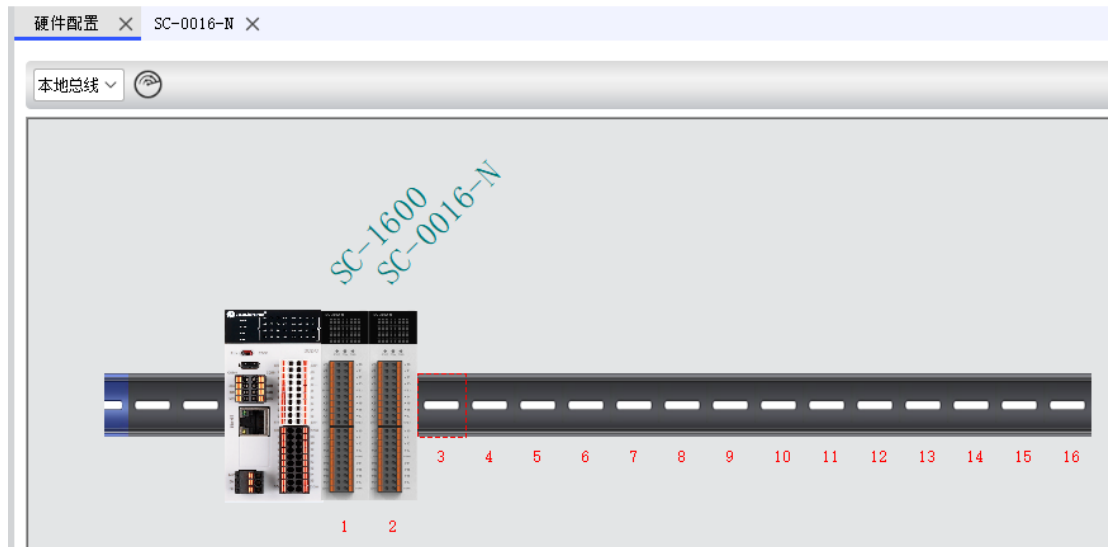

图 6.5 PLC 本体模块添加
1) 添加所需要的模块，可参考 7.2 节，添加完成后如图 6.5 所示；